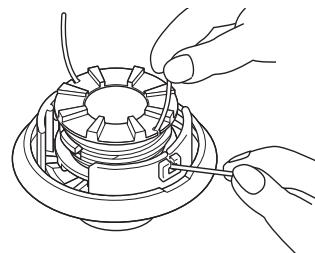

Рис.5
8. Вставьте оба конца лески в два удерживающих паза шпульки (рис.5).